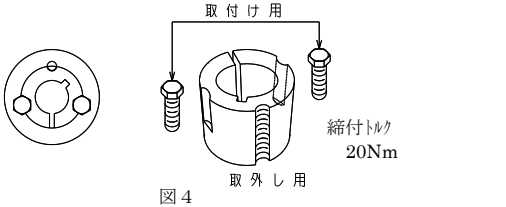

図4
- ・SFC 型の場合、ブッシュ,テーパーロック及びハブ ASSY のテーパー部を清浄し、油や埃を取除いてください。ブッシュ,テーパーロックはハブ ASSY に挿入し、ボルト,6 カクにより仮締めしてください。(図4参照)ブッシュ,テーパーロックを締付けるときは、ボルト,6 カクのネジ部にロックタイトを少量塗り、ねじ穴にねじ込み、交互に少しずつ均等に締めてください。ボルト,6 カクを締付けた後、傷がつかないようにブロックあるいはスリーブを当てて、ブッシュ,テーパーロックの径の大きい方の端を木ハンマで叩いてください。そうすると、再びボルトを指定の締付けトルクでねじ込むことができます。木ハンマで叩いてもボルトが指定の締付けトルクで回らなくなるまで繰返してください。組み立て後、両軸間の同軸度をダイヤルゲージ等でチェックしてください。許容値は 0.1T.I.R.以内です。